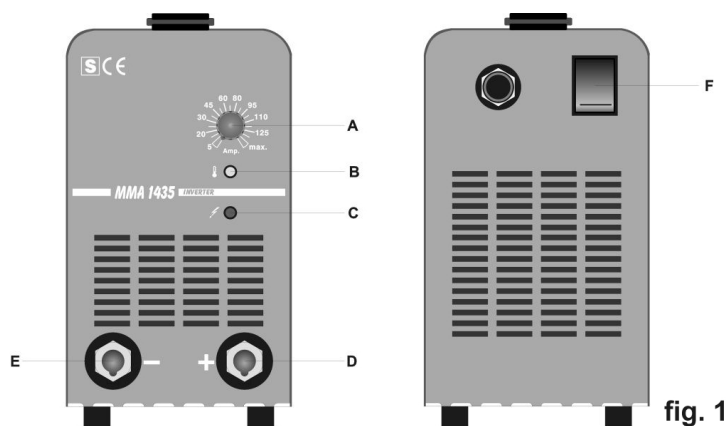

fig. 1
- Encender la máquina mediante el interruptor F fig. 1.
Neste caso (visor do bloco B fig. 1 aceso) e necessário esperar alguns minutos para ter a restituição do aparelho.
- Certificar-se que o interruptor F (fig.1) esteja na posição O ou que a ficha do cabo de alimentação não esteja na tomada de alimentação, depois ligar os cabos de soldadura respeitando a polaridade exigida pelo construtor dos eléctrodos que sejam utilizados.
- Acender a maquina F (fig. 1).
- Acender a maquina mediante o interruptor F (fig. 1).